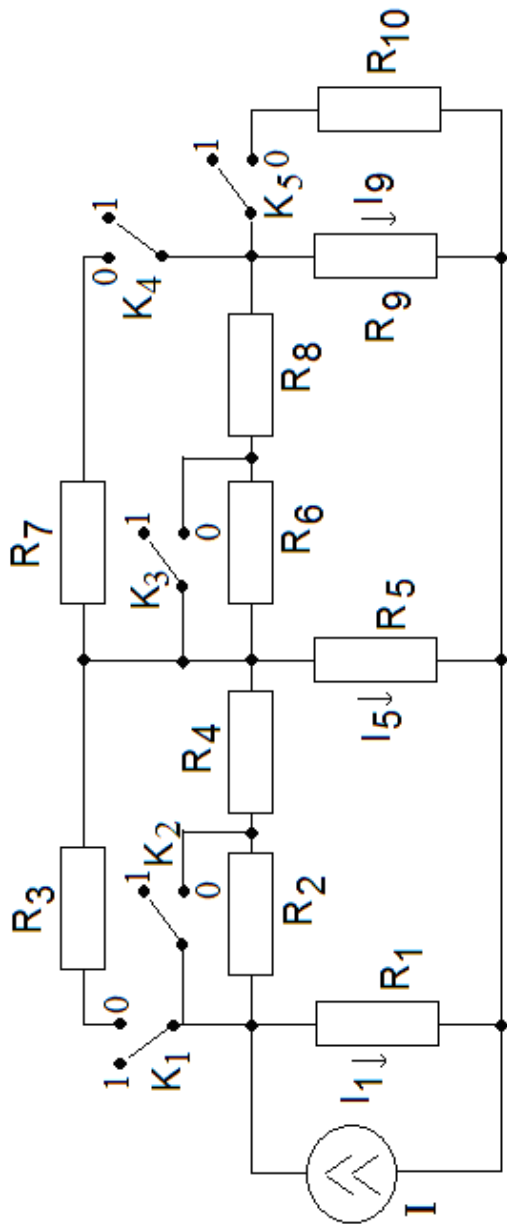

Рис. 1.1
1.5.1. В схеме цепи, показанной на рис. 1.1 установите ключи  $K_5 \div K_1$  в положение, соответствующее **двоичному коду** Вашего номера  $N$  по модулю 32 в списке группы (таблица кодов в приложении 1), кодовая запись имеет вид  $K_5 K_4 K_3 K_2 K_1$ , значения  $K_i = 0$  или 1,  $i = 1, 2, 3, 4, 5$ . Зарисуйте полученный вариант электрической цепи. Значения сопротивлений элементов цепи в **Омах** определяются выражением
где  $G$  - номер группы,  $N$  - номер студента в списке группы,  $k$  - номер сопротивления в схеме на рис. 1.1. Значение тока  $I$  источника примите равным 1 А.